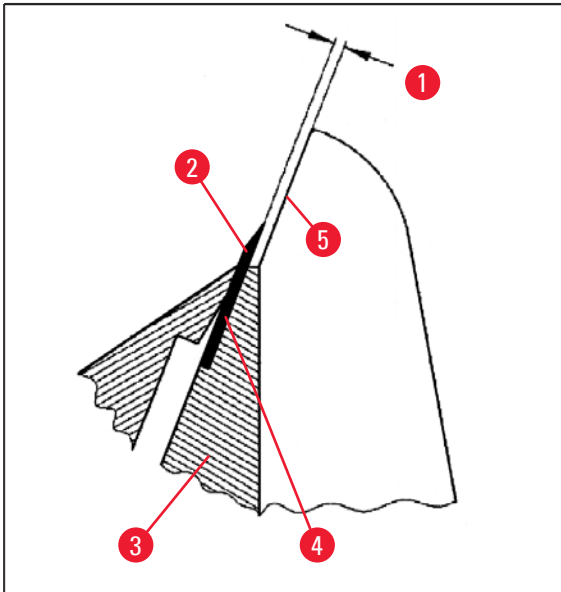

Abb. 35
- Beim Einbau darauf achten, dass die Oberkante der Andruckplatte (→ Abb. 40-4) parallel und auf gleicher Höhe mit der Oberkante der hinteren Andruckplatte (→ Abb. 40-2) ist (siehe (→ S. 45 – Abb. 34), (→ S. 46 – Abb. 35)). Wenn erforderlich, Andruckplatten justieren (→ S. 48 – 5.9.10 Übersicht – Zubehör).